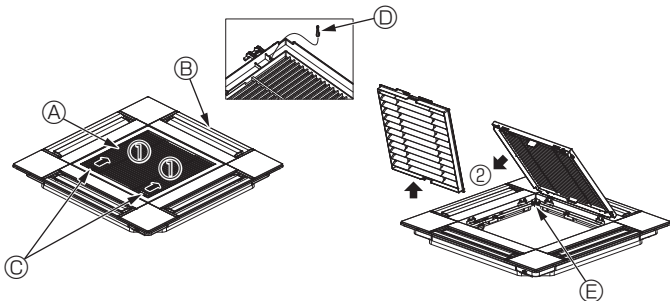

Fig. 10-3
10.2.1. Αφαίρεση της γρίλιας εισαγωγής (Fig. 10-3)
- Σύρετε τους μοχλούς προς την κατεύθυνση που υποδεικνύει το βέλος ① για να ανοίξετε τη γρίλια εισαγωγής.
- Με τη γρίλια εισαγωγής στη θέση "open" (ανοικτή), αφαιρέστε το μεντεσέ της από τη γρίλια όπως υποδεικνύει το βέλος ②.